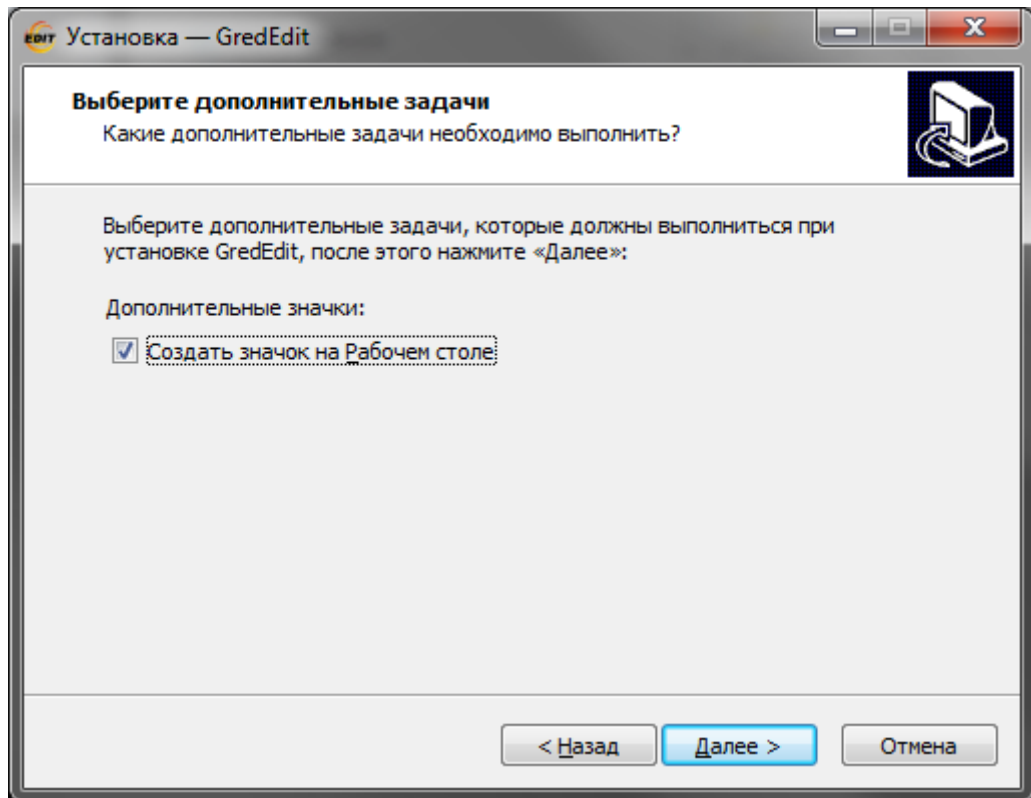

Рисунок 3.7 – Окно дополнительных задач
6. Если в окне дополнительных задач поставить галку напротив пункта **«Создать значок на Рабочем столе»**, на рабочий стол будет вынесен ярлык **«GredEdit»** (Рисунок 3.7).